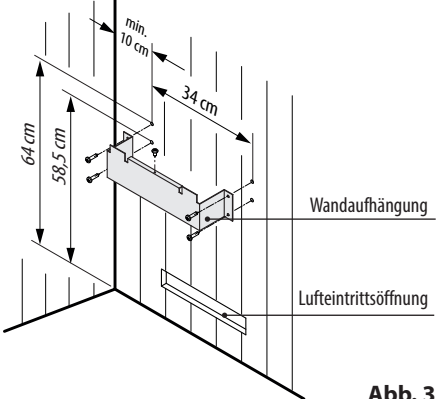

Abb. 3
- Wandaufhängung gemäß Abb. 3 mittig über der Lufteintrittsöffnung mit den beigelegten Spanplattenschrauben an der Kabinenwand festschrauben.